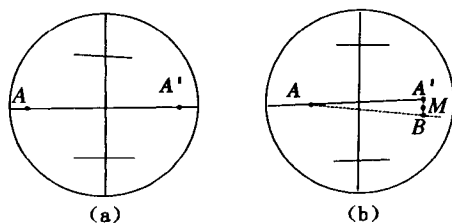

图 1-3-2 十字丝横丝的校正
2) 转动水平微动螺旋使望远镜沿水平方向慢慢向左移动, 此时 A 点在十字丝右端 A' 位置, 若 A' 点仍在十字丝横丝上, 如图 1-3-2(a) 所示, 则说明条件满足; 若 A' 点不在十字丝横丝上, 偏离十字丝在 B 点上, 如图 1-3-2(b) 所示, 则说明条件不满足, 要进行校正。